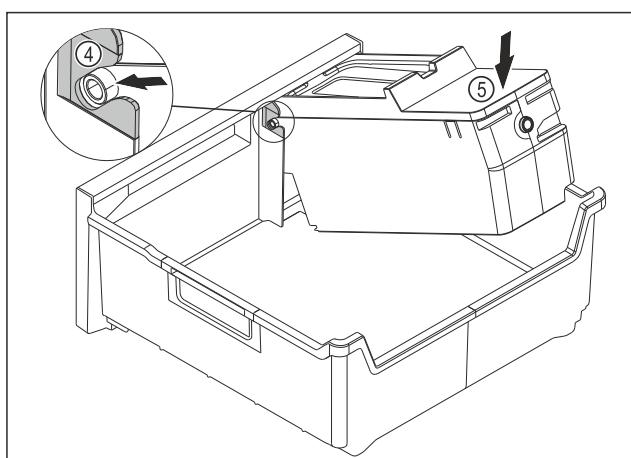

Fig. 78
- Смонтируйте корпус EasyTwist-Ice: Вставьте оси корпуса EasyTwist-Ice в направляющие Fig. 78 (4).
- Вдавите корпус EasyTwist-Ice Fig. 78 (5) вниз.